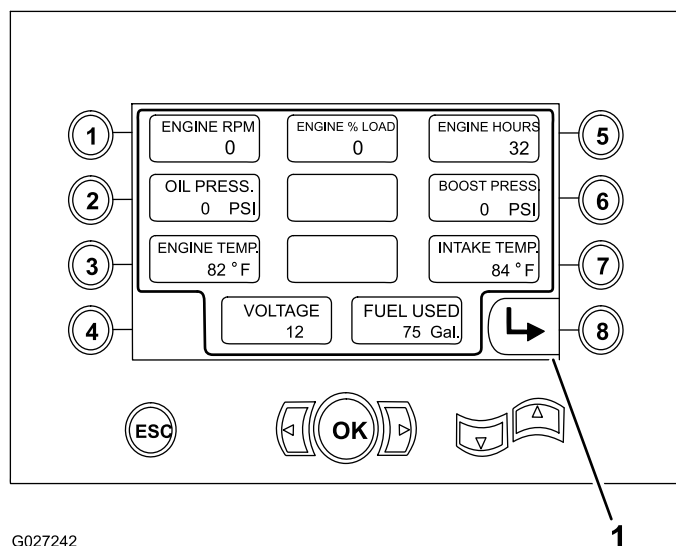

Figura 35
- Regime del motore in giri/min (Figura 35)
- Percentuale di carico del motore (Figura 35)
- Ore motore (Figura 35)
- Pressione dell'olio e aumento pressione (Figura 35)
- Refrigerante del motore e temperatura in ingresso (Figura 35)
- Tensione (Figura 35)
- Quantità di carburante utilizzato (Figura 35)